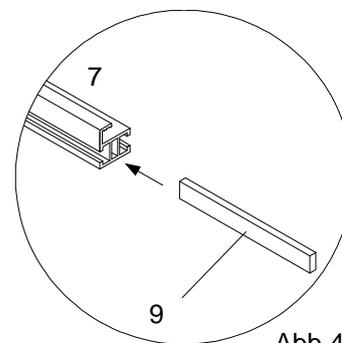

Abb.4
- Im Fall, dass mehrere Befestigungsprofile miteinander zu verbinden sind, wird das Verbindungsteil (9) in die entsprechende Führung des Profils eingeschoben (Abb. 4).